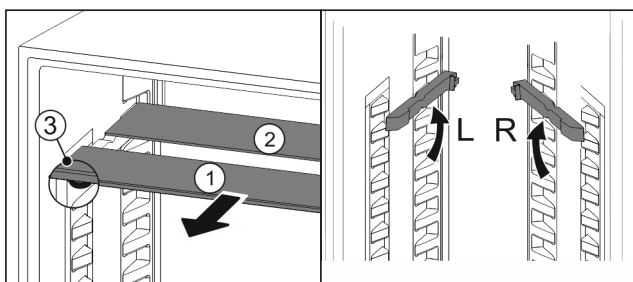

Fig. 25
- ▶ Skleněné desky jednotlivě vytáhněte dopředu Fig. 25 (1).
- ▷ Skleněná deska Fig. 25 (1) s ozdobnou lištou leží vpředu.
- ▷ Zárážky Fig. 25 (3) směřují dolů.